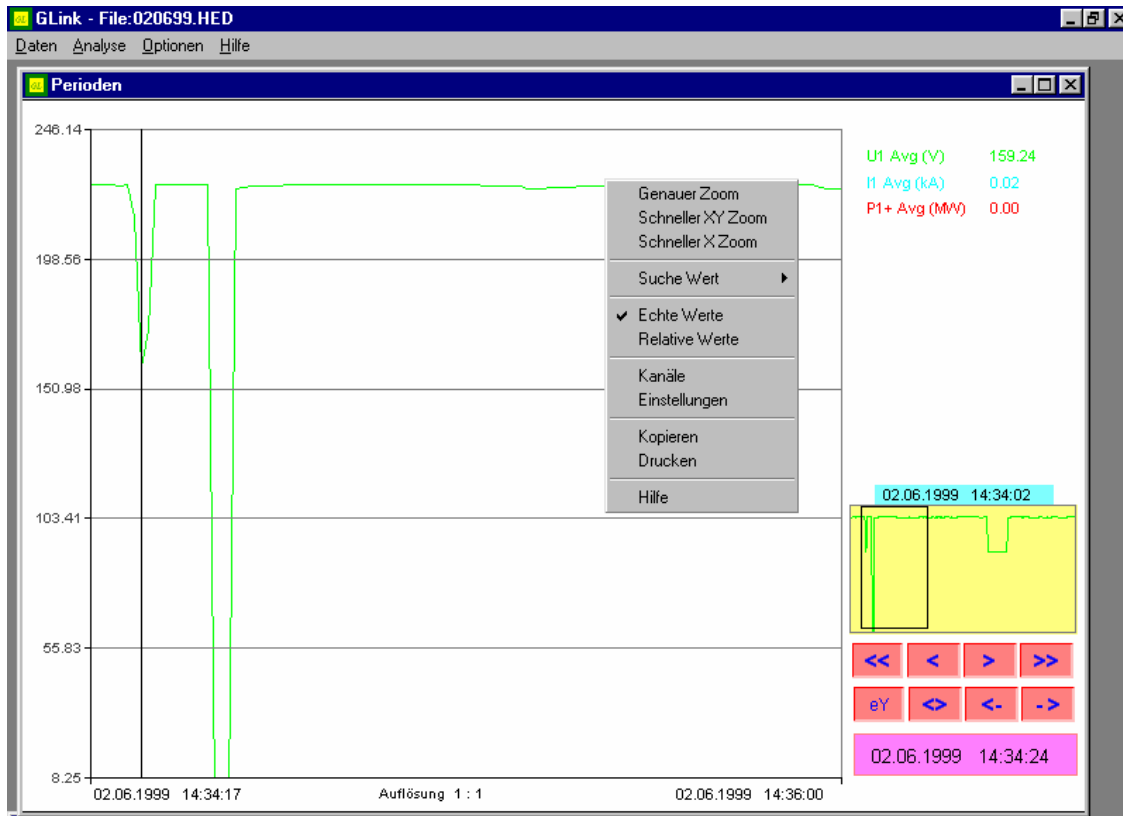

Abb. 3
- Abwählen** wählt die markierten Spalten (siehe Abb.3) wieder ab.
- Zeichnen** bringt eine Kurvendarstellung (siehe Abb.3) der von Ihnen markierten Spalten (KLICKEN Sie auf den Spaltenkopf der Tabelle)
- Kopieren** führt ins Menue Abb.3
- Drucken** führt ins Menue Abb.3
Dies wird im Folgenden erklärt. (Abb. 3)
Dies erreicht man wiederum durch Drücken der **RECHTEN** Maustaste in Abb.3 - und Anwahl der Funktion "schneller X Zoom" in dem, sich öffnenden Untermenü.